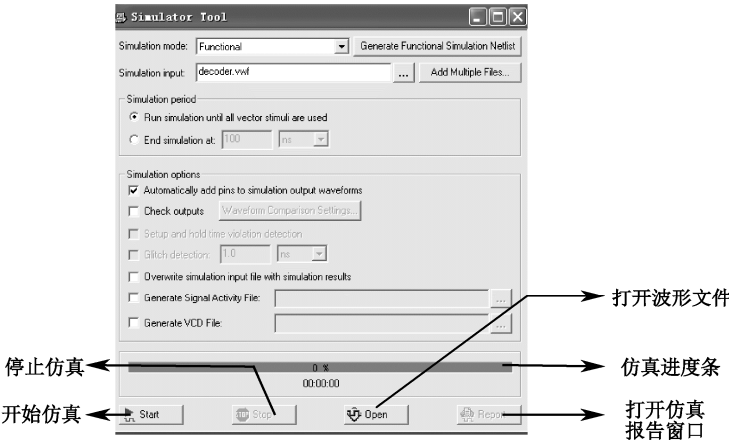

图 5.2.25 仿真器工具窗口
(5) 仿真。选择“Processing” “Simulator Tool”命令，弹出仿真器工具窗口，如图 5.2.25 所示。